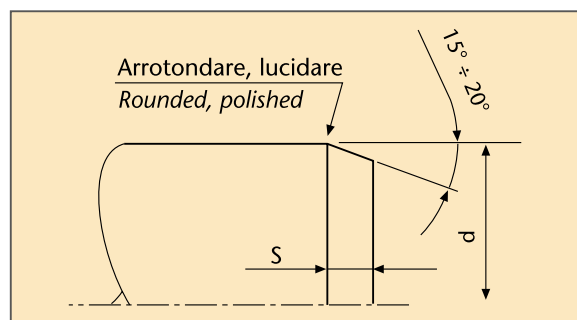

fig. 01
Per effettuare un corretto montaggio ed evitare il danneggiamento della guarnizione durante questa delicata fase viene suggerito di eseguire adeguati smussi di invito dove necessario di arrotondare qualsiasi spigolo vivo sulle parti metalliche interessate (v. fig. 01)
*In order to facilitate the assembling and to avoid damages to the seal the right lead-in chamfer and rounded edges must be provided (see fig 01)*